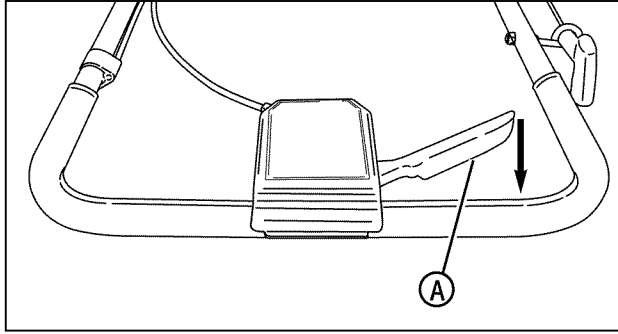

Figura 4: Control del sistema de tracción de las ruedas
2. Comience oprimiendo el control del sistema de tracción de las ruedas (A, Figura 4) hacia atrás hacia el asidero para activar el sistema de tracción de las ruedas e impulsar hacia adelante el cortacésped. La velocidad hacia adelante puede aumentarse oprimiendo adicionalmente el control del sistema de tracción de las ruedas hacia atrás hacia el asidero.